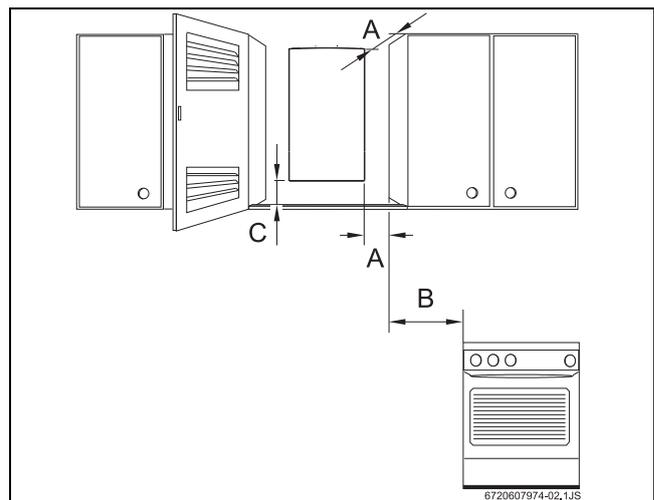

Fig. 8 Distances minimum
- ▶ Assurer un accès libre pour les travaux d'entretien et respecter les distances minimales indiquées pour cela dans la figure 8.